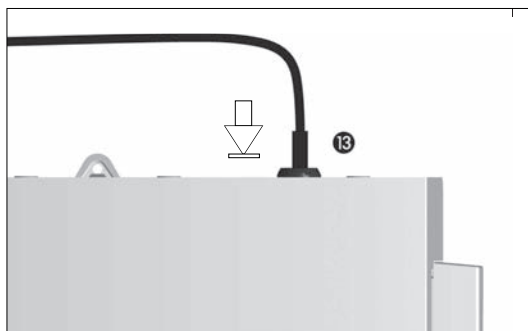

図 2
- D. フットペダル用ケーブルを背面のフットペダル出力に接続し、分極ピンを使用してコネクタとプラグの位置に合わせます(図 2)。